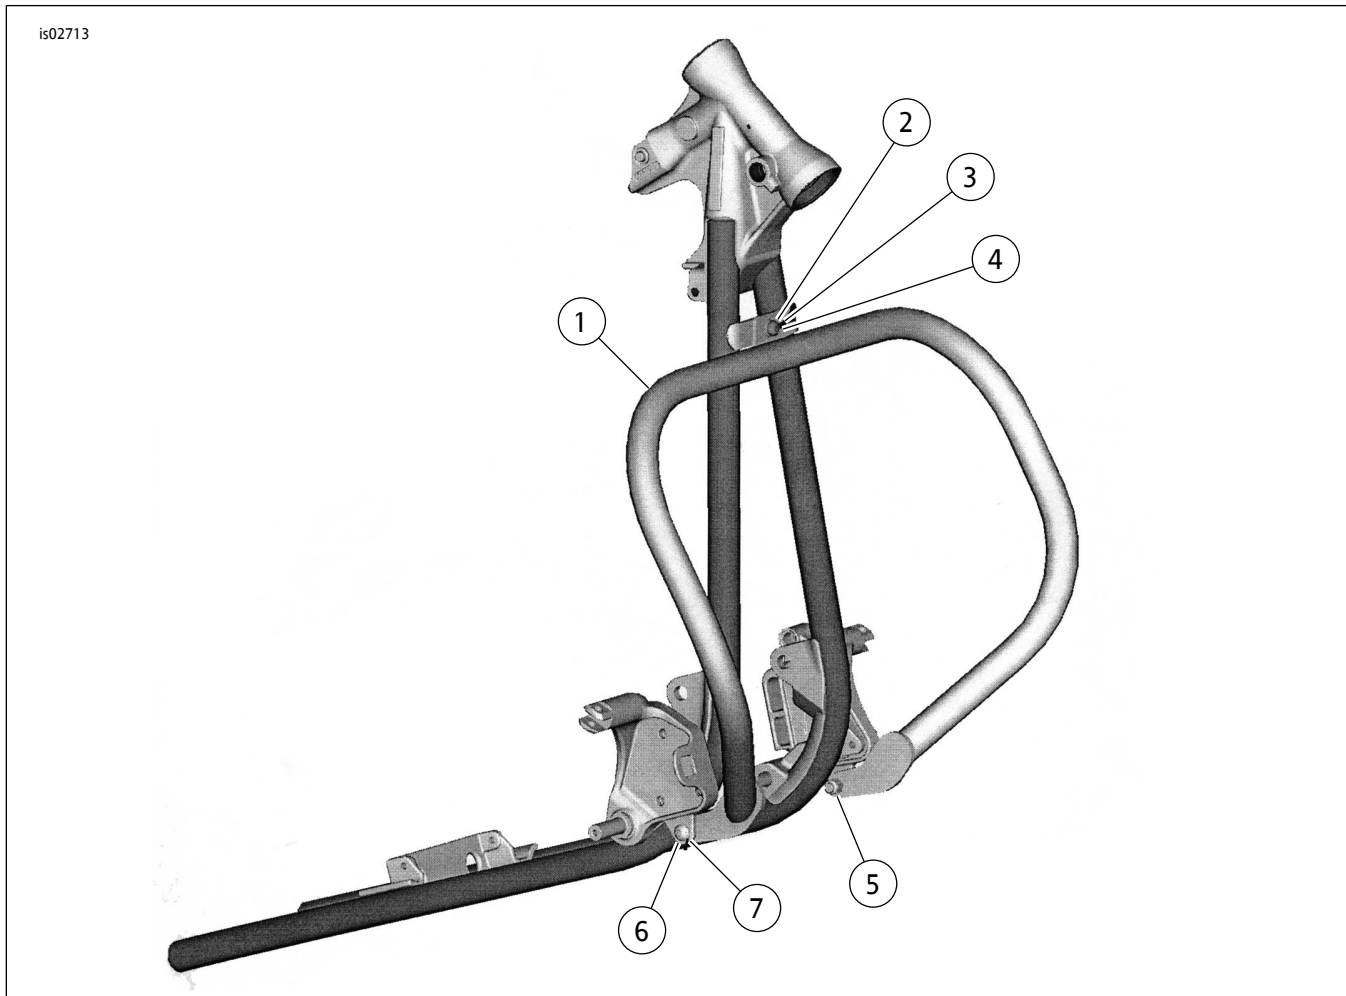

图6。维修零件：发动机护罩
参见图6和表1。
4. 参见图6。使用螺丝( 7 )、垫圈( 6 )和锁紧螺母( 5 )安装左侧发动机护罩( 1 )。切勿拧紧。